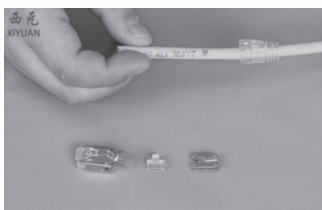

图4-42 穿入护套
- 3) 穿入水晶头护套。将配套的水晶头护套穿入网线，注意方口朝向线端，如图4-42所示。